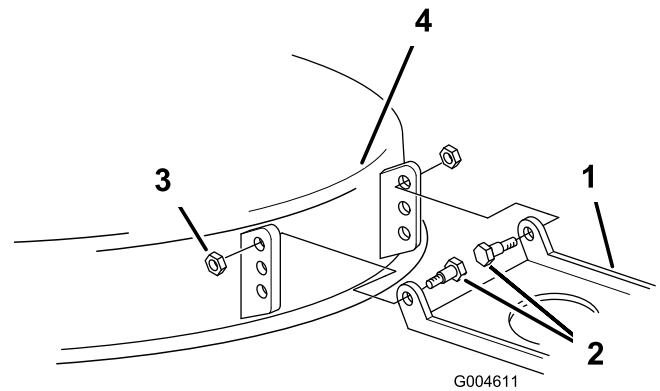

Bild 49
18. Wenn Sie keine Neigung nach vorne von 6 bis 16 mm durch Drehen der Neigungseinstellmutter erhalten, drehen Sie die Mähwerkbefestigungshalterung am Mähwerk (Bild 49).
19. Entfernen Sie die Ansatzschrauben und Sicherungsmutter vom Mähwerk (Bild 49).
20. Verlegen Sie das Mähwerkgeleke ein Loch tiefer und installieren Sie die Ansatzschrauben und Sicherungsmutter (Bild 49).